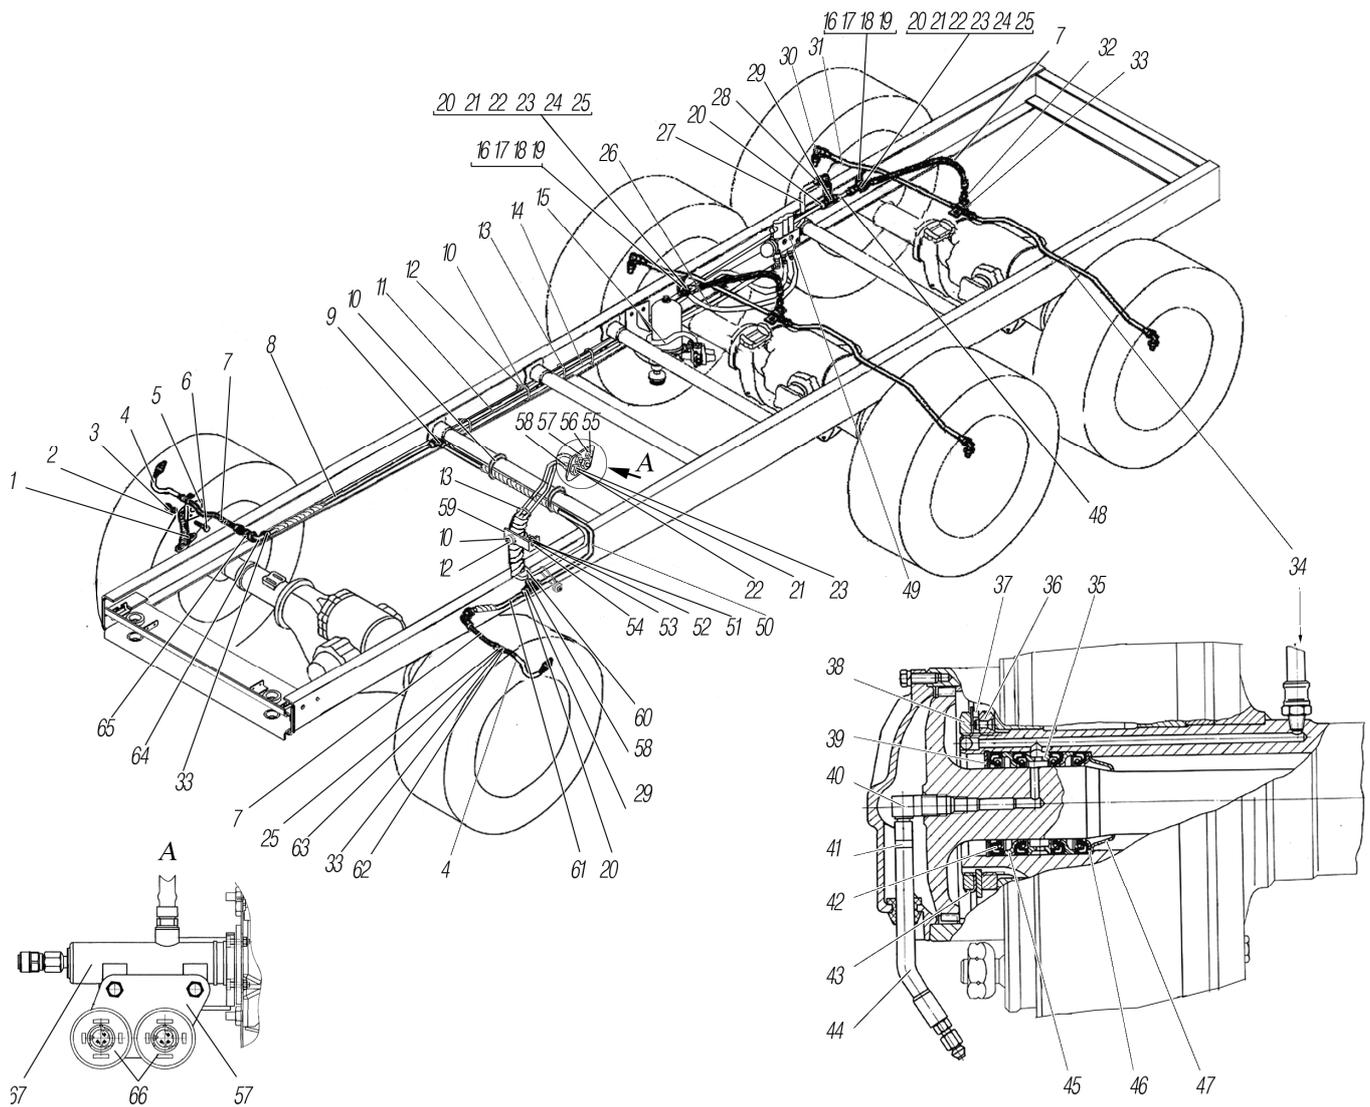

Рисунок 3.15
*² См. рисунок 3.15
See figure 3.15